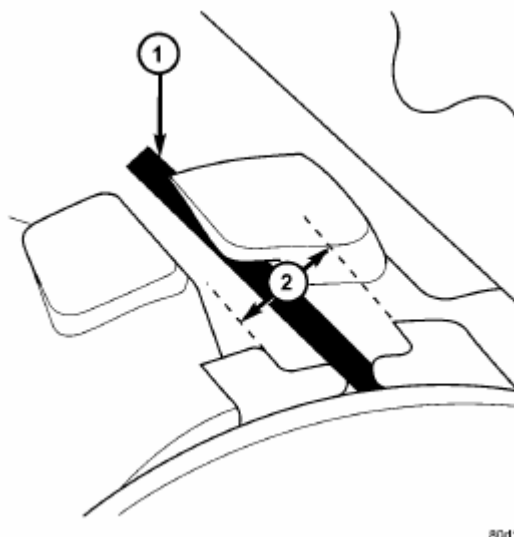

Рис. 110. Проверка натяжения ремня ГРМ.
(8) Убедиться, что лапка пружины находится в поле допуска (Рис.110). Если лапка находится в поле допуска, процесс установки завершается без каких-либо дополнительных операций. В противном случае повторить операции с 5 по 7.